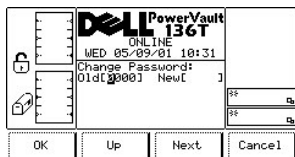

图 82. 设置 > 实用程序 > 保护 > 更改密码对话框
- 1 如果按下**确定**软键下方的按钮，则会输入原密码或新密码。请参考图 82。